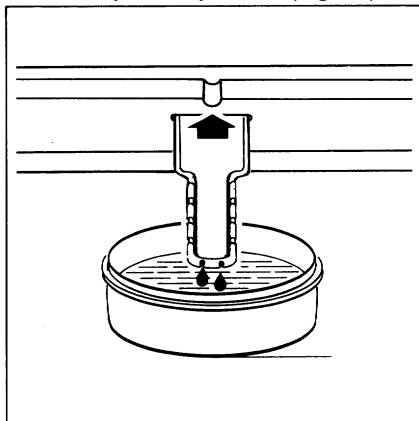

Fig. 18
- ☐ Steek de kunststofschrapper in de opening onder de vriesruimte en plaats daar een schaalkje of teiltje onder (**Fig. 18**).